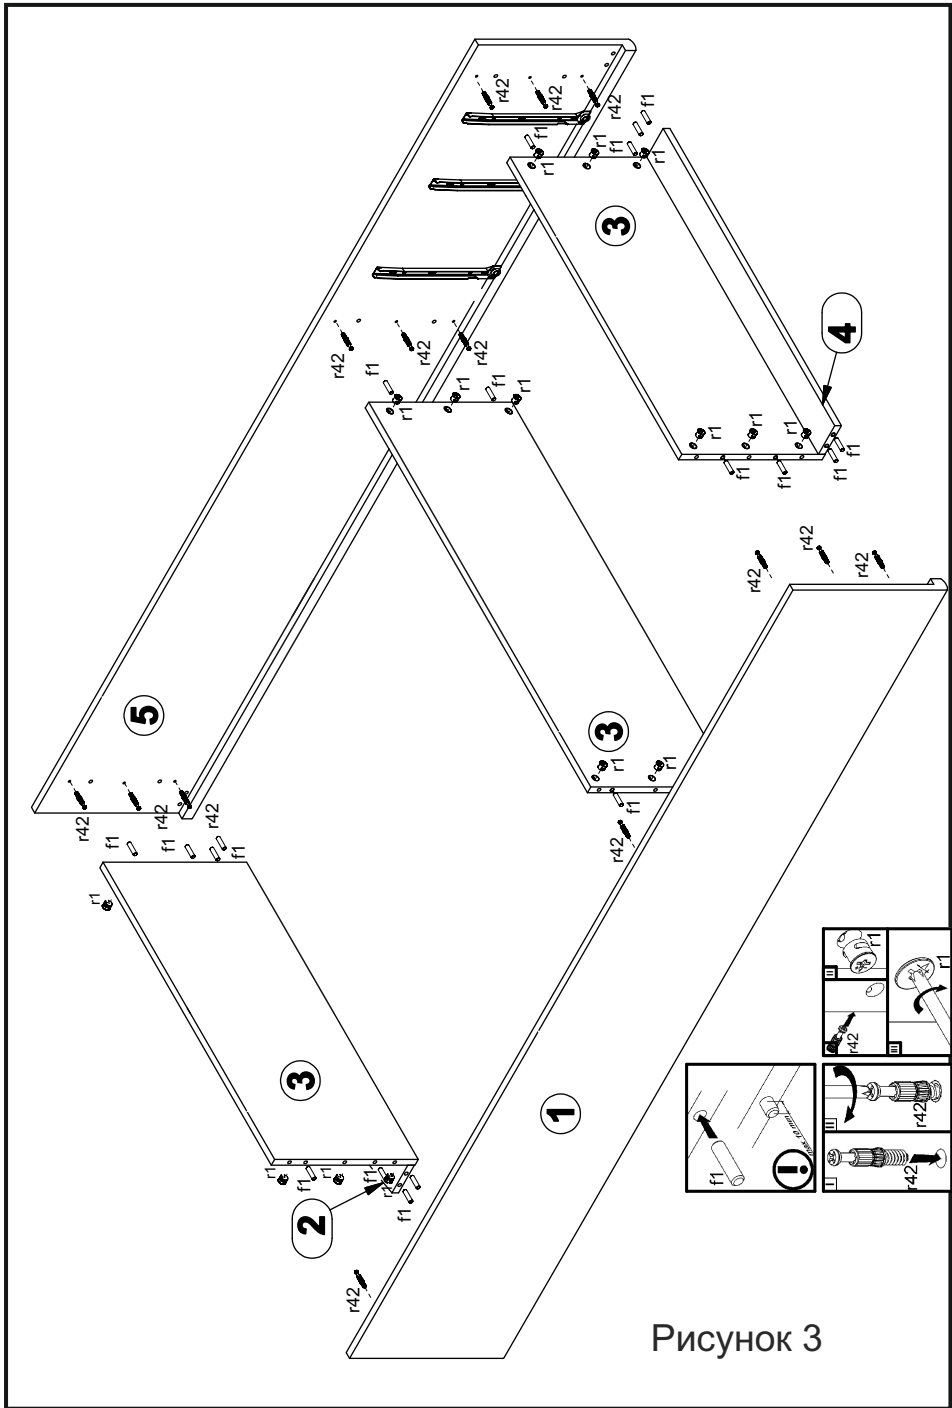

Рисунок 3
2. В отверстия  $\varnothing 8$  мм на боковых торцевых поверхностях полок соединительных **3**, цоколей **2**, **4** вбить деревянные шканты **f1** (см. рис. 3).
7. В отверстия  $\varnothing 15$  мм на внутренних поверхностях полок **3** вставить стяжки эксцентриковые **r1** (см. рис. 3).
8. В отверстия  $\varnothing 5$  мм на внутренних поверхностях стенок **1**, **5** вкрутить винты стяжки **r42** (см. рис. 3).
10. Соединить детали **1**, **2**, **3**, **4**, **5** при помощи шкантов **f1**. Затянуть стяжки эксцентриковые **r1** с помощью отвертки (см. рис. 3). Закрепить стяжки эксцентриковые **r1** на полках **3** заглушками **s2**.